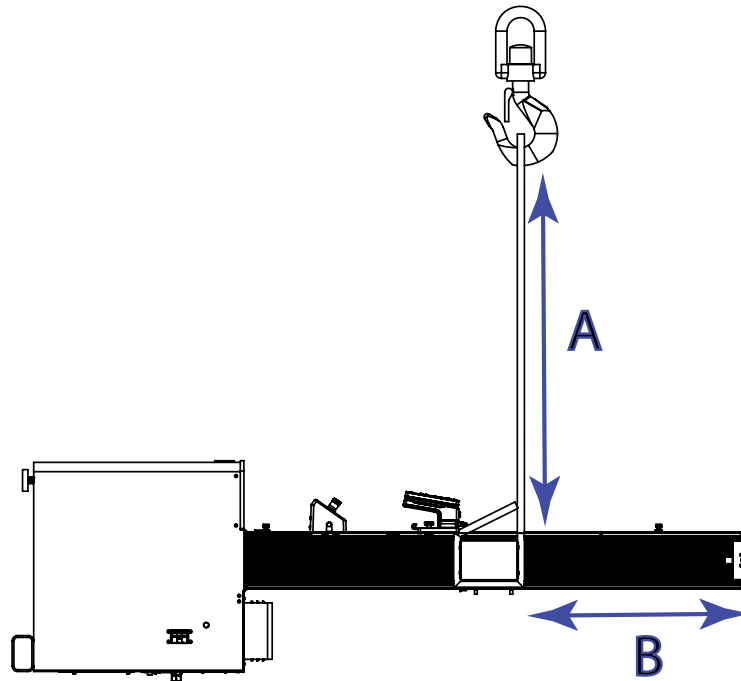

Abbildung 24. Anbringen der Hebegurte
2. Befestigen Sie die beiden Hebegurte an der Traverse und hängen Sie die Gurte im Haken des Krans ein wie in Abbildung 24 auf Seite 84 gezeigt. Wenn Sie Ketten anstelle von Hebegurten verwenden, umwickeln Sie die Traverse und die obere Platte mit Schutzmaterial, damit sie nicht zerkratzt oder beschädigt werden.
Die Länge des Hebegurts (A in Abbildung 24 auf Seite 84) muss größer sein als der Abstand, der erforderlich ist, um die obere Platte (B in Abbildung 24 auf Seite 84) einzuspannen. So wird sichergestellt, dass der Haken den Rahmen beim Heben nicht beschädigt.